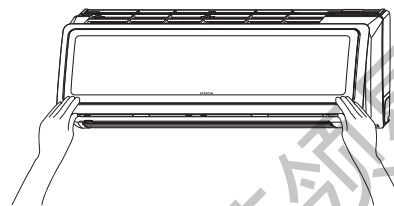

图29
- 欲利用出水孔将冷凝水导出时, 请将机体在安装后沿换热器均匀地注入适量的水, 观察底盘上三个出水孔的出水量。然后依图29所示将附件⑮室外出水嘴安装在出水量最多的孔中。